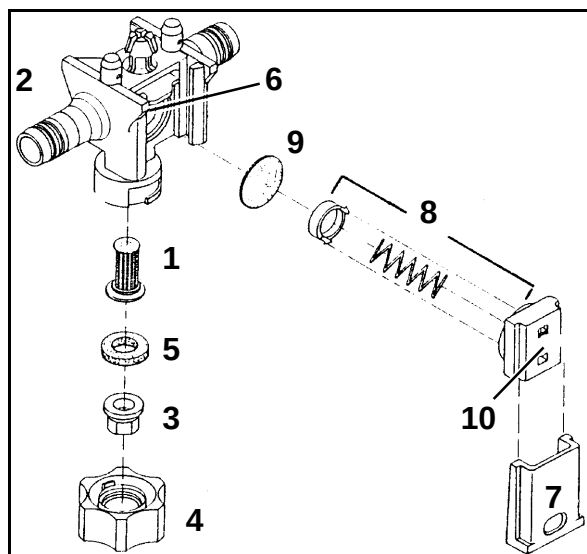

Fig. 228
1. Contrôlez de temps en temps le bon positionnement de la trappe (Fig. 228/7). Pour se faire, insérez la trappe dans le corps de buse (Fig. 228/2) autant que possible en utilisant une force moyenne du pouce. A l'état neuf, ne jamais insérer la trappe jusqu'en butée.
1. Introduisez par le bas le filtre de la buse (Fig. 228/1) à l'intérieur du porte-buse (Fig. 228/2).
2. Placez la buse (Fig. 228/ 3) dans l'écrou porte-buse (Fig. 228/4).
3. Placez le joint caoutchouc (Fig. 228/5) au-dessus de la buse.
Des dépôts de produit dans le siège de la membrane (Fig. 228/ 6) sont à l'origine d'une coupure des buses défectueuse (gouttage) en cas d'arrêt de l'alimentation de la rampe. Il faut alors nettoyer les membranes considérées en procédant comme suit:
1. Retirez la glissière (Fig. 228/7) du porte-buse (Fig. 228/2) en la faisant coulisser en direction de l'écrou porte-buse.
2. Retirez le poussoir à ressort (Fig. 228/8) et la membrane (Fig. 228/9).
3. Nettoyez le siège (Fig. 228/6) de la membrane.
Vérifiez que les ressorts sont montés dans le bon sens. Les bords droits et gauches décalés et remontants sur le carter du ressort (Fig. 228/10) doivent remonter vers le profil de la rampe lors de la repose.